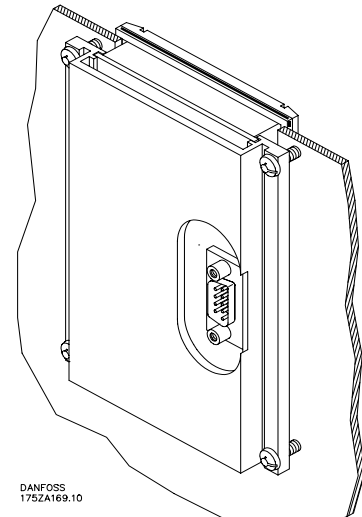

Fig. 5 / Abb. 5
3. Monter betjeningsenheden i udskæringen i tavlen. Montageskinnen sættes på betjeningsenheden og kan nu fastgøres med de fire skruer. Betjeningsenheden tilspændes til maximum 0,5 Ncm. Se fig. 5.
3. Mount the control unit in the panel hole. Place the mounting rails on the control unit and fasten it with the four screws. Fasten the control unit to max. 0.5 Ncm. See fig. 5.
3. Die Fernbedieneinheit im Paneel-Ausschnitt anbringen. Die Montageschiene an der Fernbedieneinheit anbringen und sie mit den vier Schrauben befestigen. Achtung! Die Fernbedieneinheit mit den 4 Schrauben M3x12 vorsichtig befestigen. Schrauben nur handfest anziehen. Siehe Abb. 5.